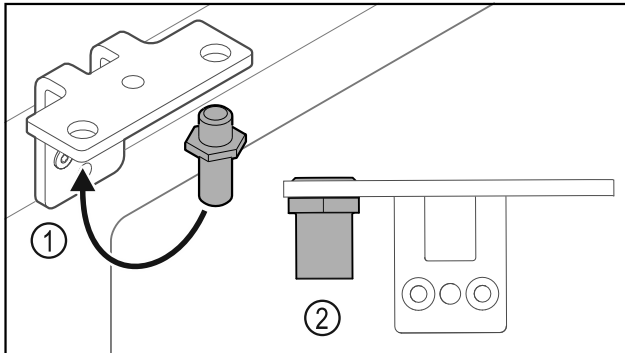

Fig. 31
- ▶ Cambiar la posición del perno Fig. 31 (1) en la escuadra de bisagra.
- ▶ Apretar el perno Fig. 31 (2) con un **par de 12 Nm**.